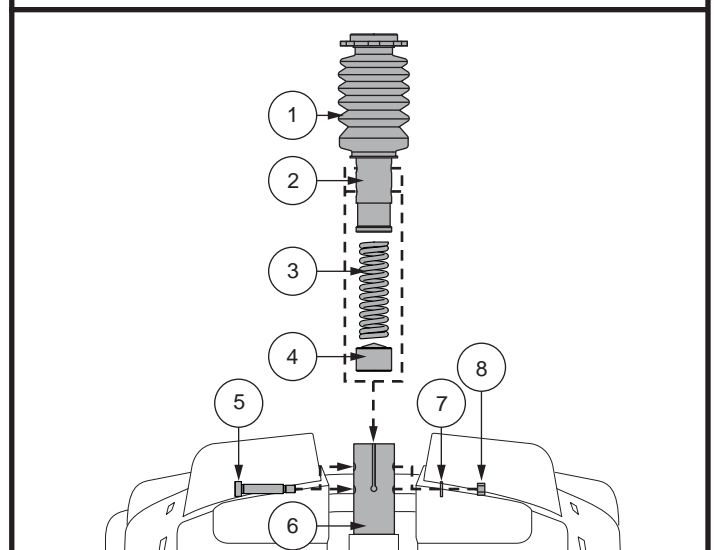

Figure 18. Réglage Hauteur du Siège - Montant du Siège Comfort
4. Poussez vers le bas le montant du siège tout en desserrant et en enlevant le boulon à épaulement, la rondelle et l'écrou. **Voir la figure 18.**
6. Installez le ressort de confort désiré. **Voir la figure 18.**